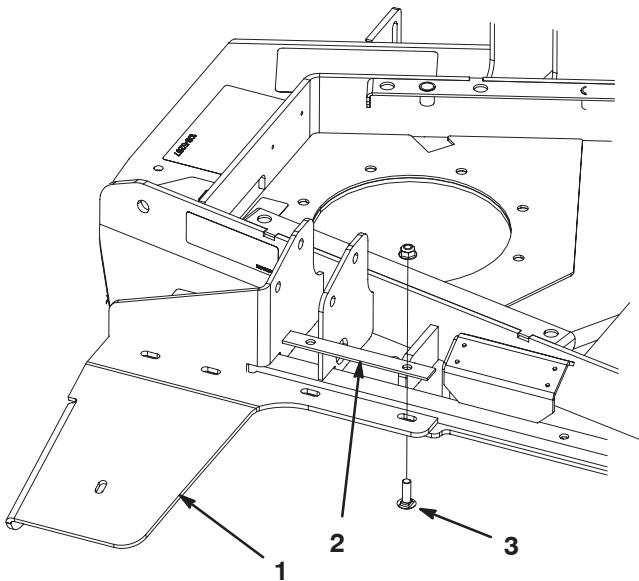

Bild 1
1. Befestigen Sie das Gummieablenklech mit einer Klemmstange, (2) 5/16 x 1 Zoll großen Schlossschrauben und Bundmuttern lose an der linken Kante hinten am Mähwerk. Positionieren Sie das Ablenklech wie in Bild 1 dargestellt.